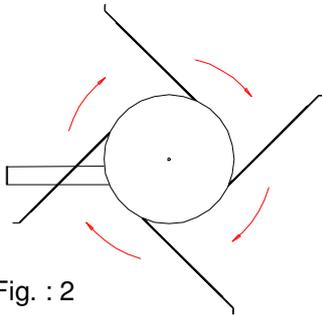

Fig. : 2
8.) Monter les bras-ressorts sur l'agitateur. L'agitateur tourne dans le sens horaire (Fig. : 2). Monter les bras-ressorts les plus longs en face. Les bras-ressorts (I) (Fig.4) doivent passer à 15-20 mm au-dessus de la vis de prélèvement. Ne pas serrer les vis (H) (Fig.4) sur les bras-ressorts. Les pieds (J) (Fig.4) sur l'agitateur doivent être réglés de manière à ce que le bras-ressort le plus long court à env. 3-4 cm (K) (Fig.4) du sol.